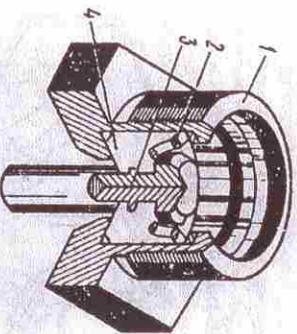

Рис. 13. Вентиль спускной:
4.7.5. Вентиль спускной (рис.13) устанавливается в воздушном баллоне прицепа и предназначен для слива конденсата из баллона. Для слива конденсата нажмите на шток 3. При отпуске шток вентиль автоматически герметизируется.